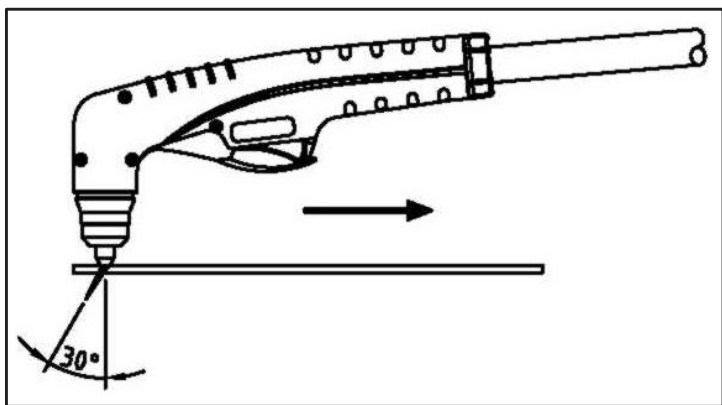

Рисунок 17
- После включения основная дуга остается включенной до тех пор, пока переключатель нажат, если только горелка не отведена слишком далеко от заготовки или движение горелки слишком медленное. Продолжайте движение, пока идет резка. Режьте с постоянной скоростью без паузы. Поддерживайте скорость резки так, чтобы отставание дуги составляло около 30° от направления движения. Рис. 17 Если режущая дуга прерывается, а триггер горелки нажат, пилотная дуга возвращается автоматически в течение 3 секунд.